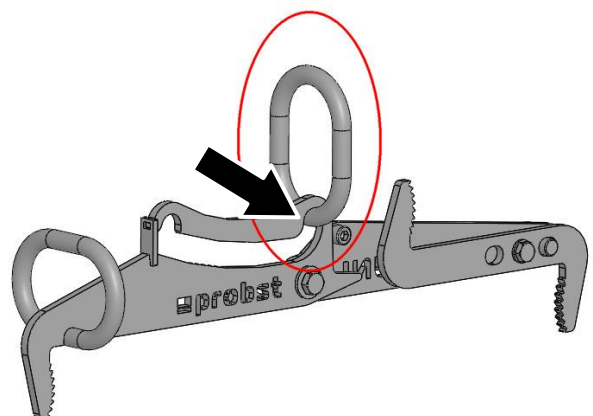

Bild 4
- Durch vorsichtiges Bewegen des Kranhakens am Trägergerät (z.B. Bagger), die Einhängeöse in die sogenannte Greifposition (siehe Bild 4, 6 und 7) bringen (alternativ kann dies auch von Hand geschehen).